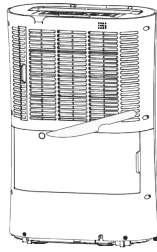

Abb. 4
3. Aus der Tür (8) brechen Sie den Verschlussstopfen (10) der Öffnung für den Ablaufschlauch (Abb. 4) aus. Um die Verbindungsherstellung zu erleichtern, können Sie das Wasserbehälter (9) demontieren.